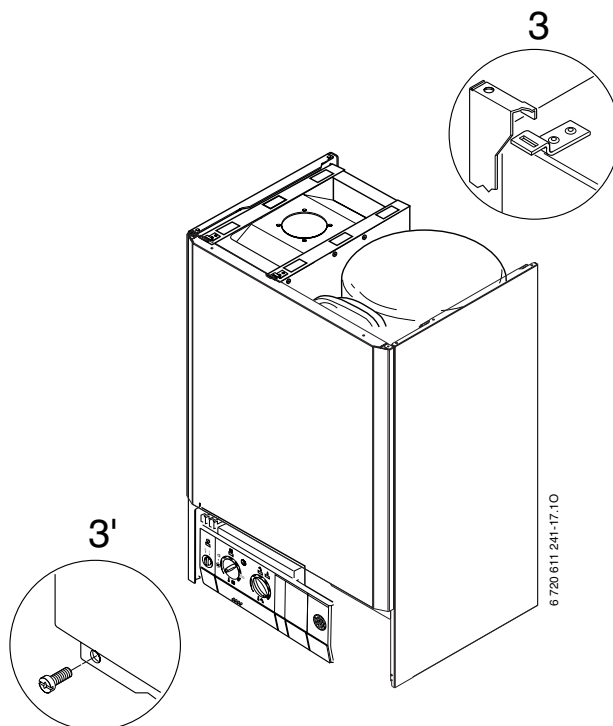

Fig. 14
- ▶ Introduza os ganchos da tampa frontal nos furos que se encontram na parte superior (3) e fixe com dois parafusos na parte inferior (3'). Siga a fig. 14.